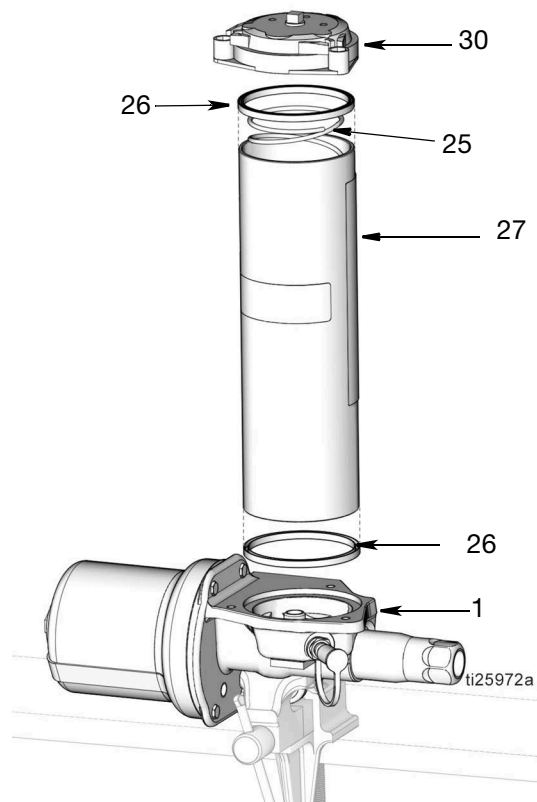

FIG. 14
11. Déposer le réservoir (27) de la base de la pompe (1) (FIG. 14). En cas de remplacement des joints (26) du réservoir, déposer les joints du réservoir. Jeter les joints en observant toutes les réglementations en matière.